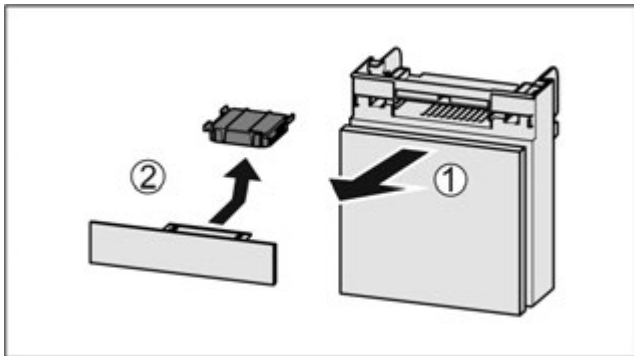

Fig. 102
- ▶ Потягніть Fig. 102 (1) відділення вперед.
- ▶ Витягнути Fig. 102 (2) фільтр з активованого вугілля.